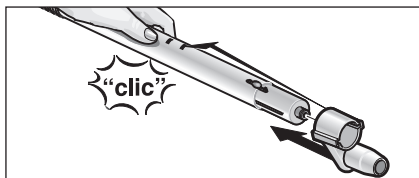

Fig. 4 : emboîtement du dispositif de parçage
- Enfoncez le dispositif de parçage (G4) sur le tube de rallonge inférieur jusqu'à ce qu'il s'enclenche dans le cran (G2) (voir fig. 4).